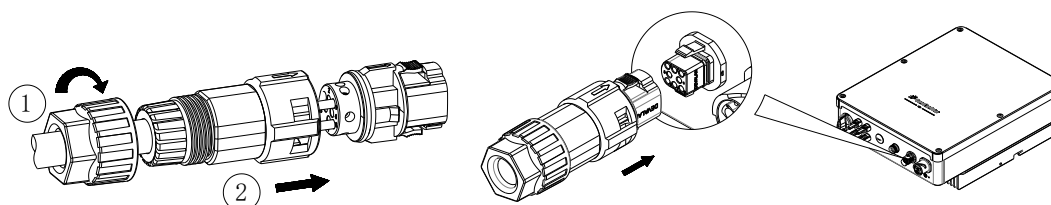

FIG.6 Montagem do Conector FIG.7 Insira o conector no receptáculo
4) Aperte a porca de pressão e em seguida empurre a luva rosca para dentro do bujão, conforme FIG.6.